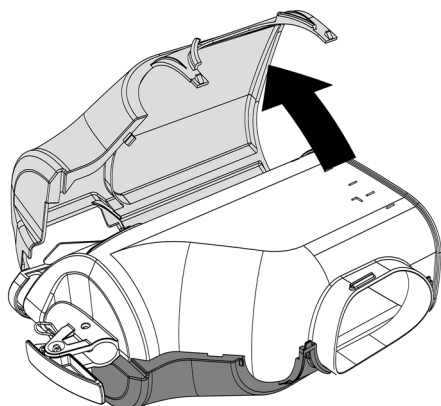
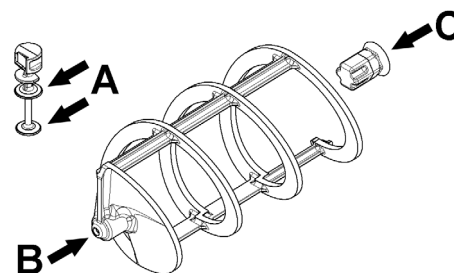

figura 14
figura 16
- 2** Rimuovere la parte sinistra del recover e successivamente la destra. (vedere figura 14)(vedere figura 16).
- 2** Lubrificare il pistone rubinetto, il giunto esagonale ed il mescolatore nei punti indicati in figura 16 utilizzando esclusivamente il grasso in dotazione con la macchina o altro **grasso**